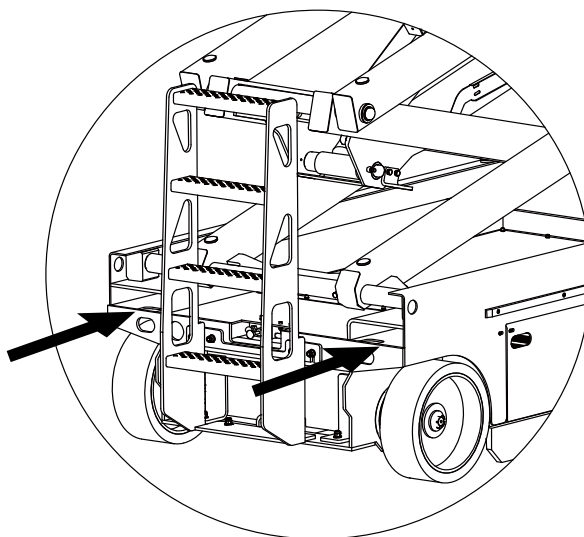

Рис. 4-3 Схема отверстий под вилы погрузчика
- 3) Используйте отверстия под вилы погрузчика на обеих сторонах лестницы, см. рис. 4-3;